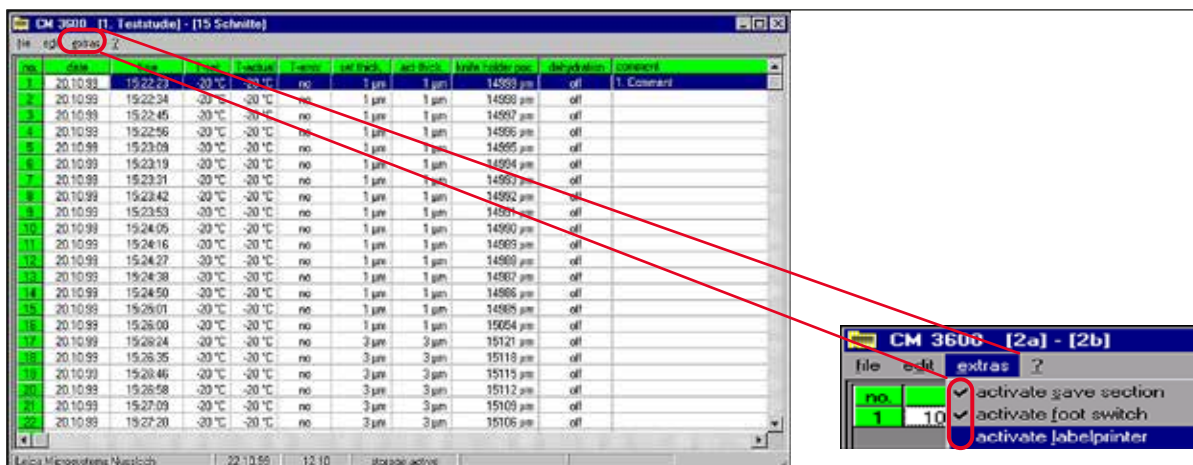

Abb. 86
- Wenn die Messposition 100.000 µm erreicht ist, die Schnittaufzeichnung unterbrechen (zum Deaktivieren des Menüpunktes **Speicherung**, siehe (→ Abb. 86) unter **Extras** in der Studie) und den Messerhalter umsetzen.